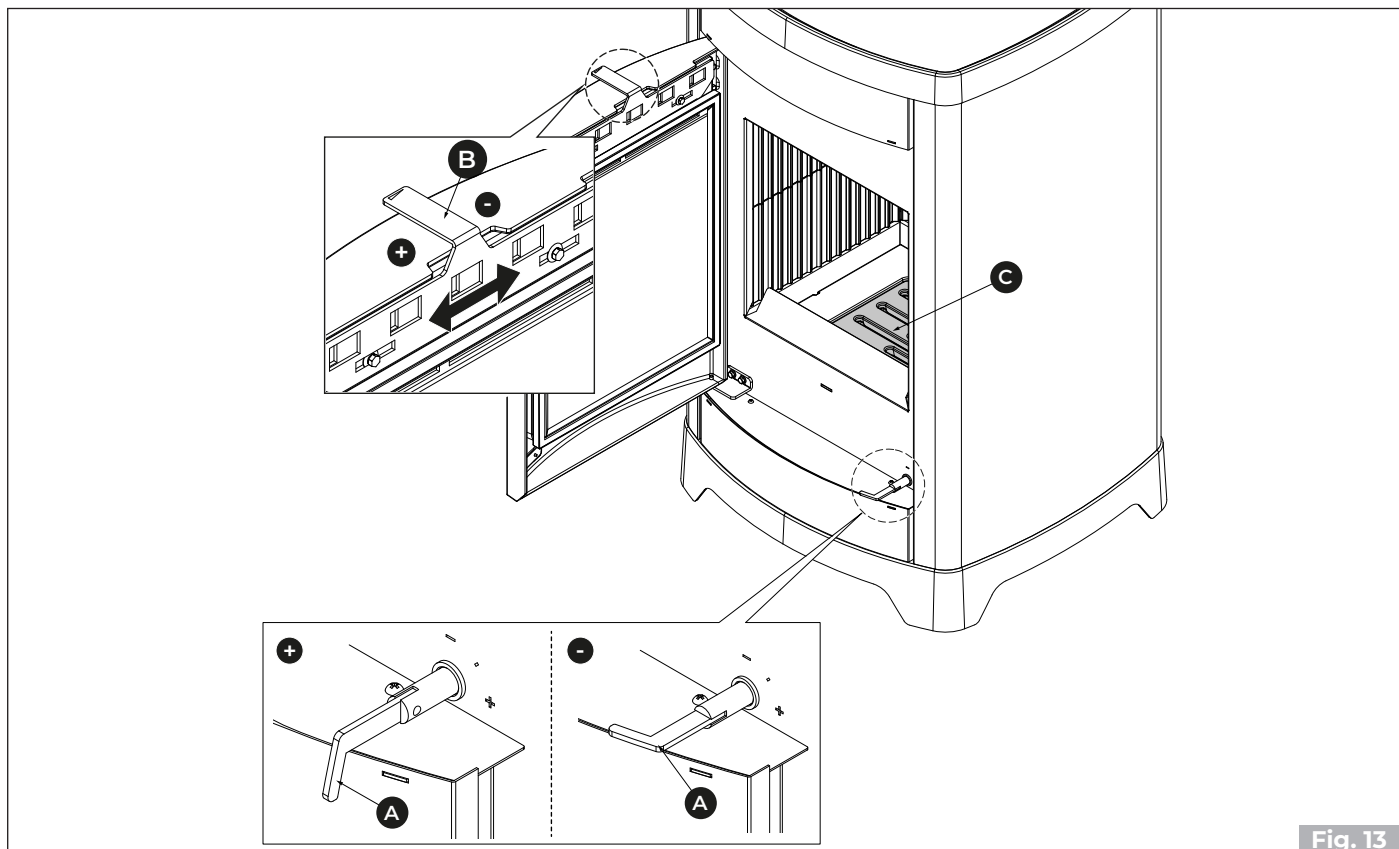

Fig. 13
- S priloženo rokavico popolnoma odprite regulator primarnega zraka **(A)** in regulator za čiščenje stekla **(B)** **(+)** (**Fig. 13**).
Zgorevanje se uravnava z regulatorjem zraka (A) (Fig. 13). Če ga obrnete v smeri simbolov (+) ali (-), bo pretok zgorevalnega zraka večji ali manjši, zgorevanje pa bo hitrejše ali počasnejše.